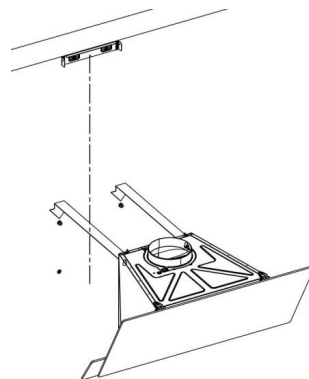

Рисунок 4
5. Повесьте вытяжку, привинтив ее в точках **A** и **B**, соблюдая зазор между головкой болта и стеной **5 мм** (Рисунок 4).